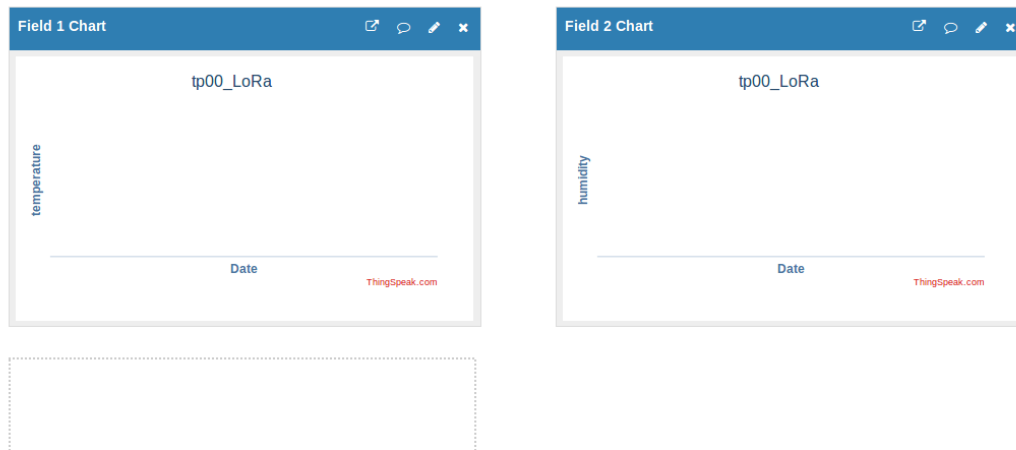

Figure 8 : Interface de visualisation des données reçues.
6. Les données de chaque champ créés sont accessibles dans l'onglet **Private View** (Fig. 8). Pour tester le fonctionnement des liens, utiliser un navigateur et lancer par exemple le lien suivant : https://api.thingspeak.com/update?api_key=XXXXXX&field1=31 en remplaçant **XXXXXX** par la clé d'écriture copiée précédemment. Dans l'onglet **Private View** la valeur 31 s'affiche dans le graphe quelques secondes après avoir lancé le lien.